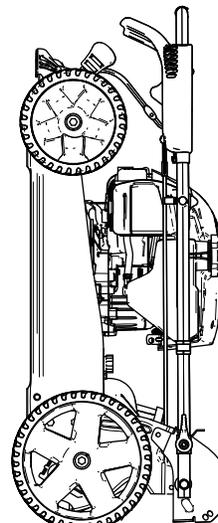

Figura 23
6. Sollevare la parte frontale della macchina utilizzando la stegola e spostarla in uno spazio per il rimessaggio (Figura 23).